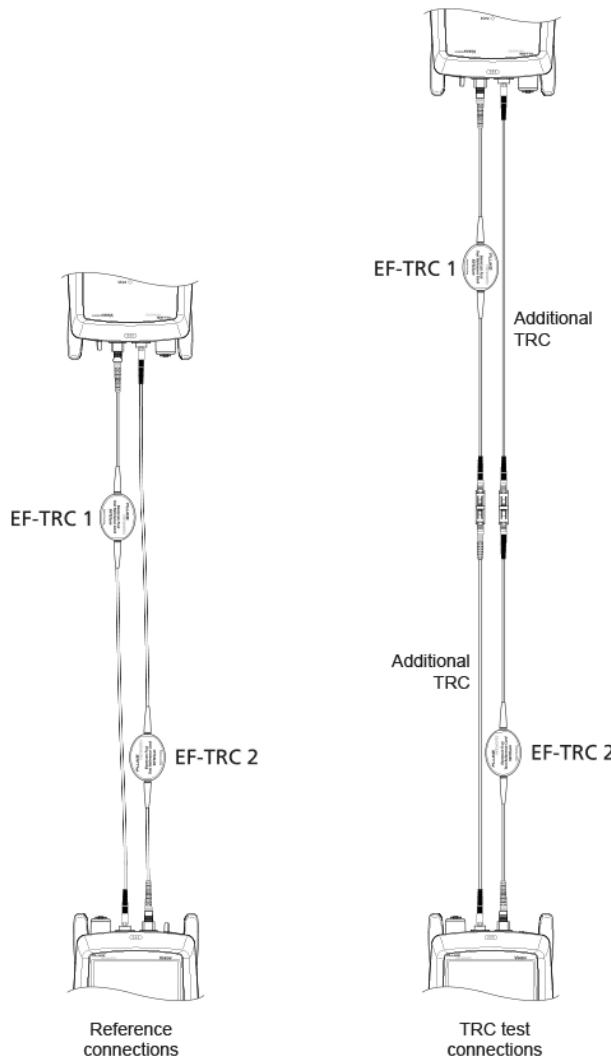

图 3. 用于智能远程模式的参考和 TRC 测试连接
- Make the connections to set the reference, as shown on the screen and in Figure 3, then tap **NEXT** to see the completed connections.
2. 从测试仪上的“INPUT”（输入）端口远程断开测试参考线，然后使用测试参考线和适配器进行连接，以验证 TRC，如屏幕和图 3 中所示。